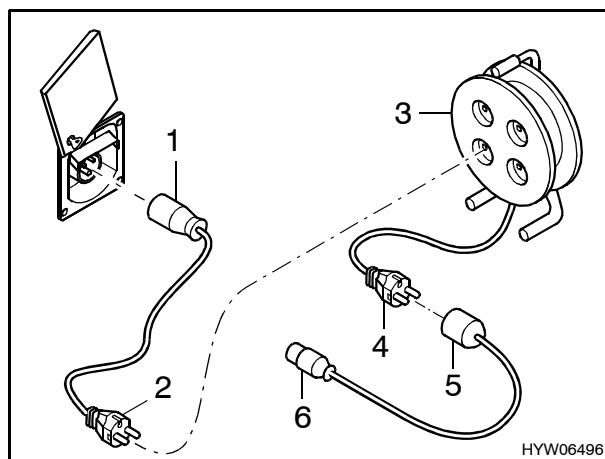

Fig. 114 Possibilità di collegamento per il collegamento a 230 V
- Ribaltare in alto la copertura (Fig. 114).
Giunto di collegamento CEE 17 con contatto di terra (Fig. 114,1) – spina con contatto di terra (Fig. 114,2).
presa con contatto di terra (Fig. 114,3) – spina con contatto di terra (Fig. 114,4).
Giunto di collegamento con contatto di terra (Fig. 114,5) – spina CEE 17 con contatto di terra (Fig. 114,6).